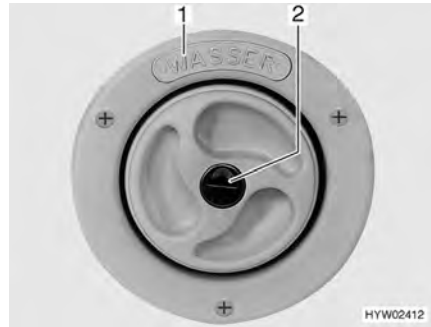
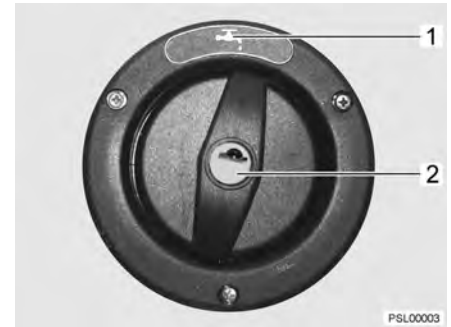

Fig. 34 Couvercle de fermeture pour bec de remplissage d'eau potable
Fig. 35 Couvercle de fermeture pour bec de remplissage d'eau potable (alternative)
- ▷ Le bec de remplissage d'eau potable porte l'inscription "WASSER" (eau) (Fig. 34,1) ou le symbole "☕" (Fig. 35,1).
- Insérer la clé dans le barillet (Fig. 34,2 ou Fig. 35,2) et la tourner dans le sens inverse des aiguilles d'une montre.